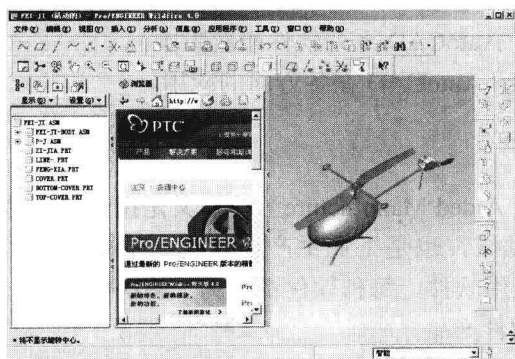

图 1-2 Pro/E Wildfire 4.0 的主界面
- Pro/Engineer (Parametric Technology 公司出品): 该软件以参数化、基于特征、全相关等概念著称,可用于三维模型的建立、加工、分析等。Pro/Engineer 的主要特点是参数化技术,贯穿于软件的各个模块,如建模、装配、绘图、工程分析、数控编程、布线设计和概念设计等。如图1-2所示是 Pro/E Wildfire 4.0 的主界面。